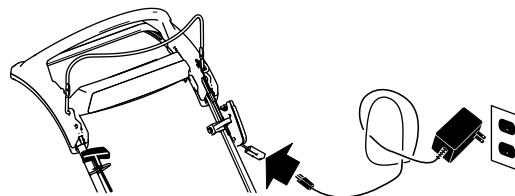

Figure 25
1. Branchez le chargeur au faisceau de câblage situé sous le bouton de démarrage électrique (Figure 25).